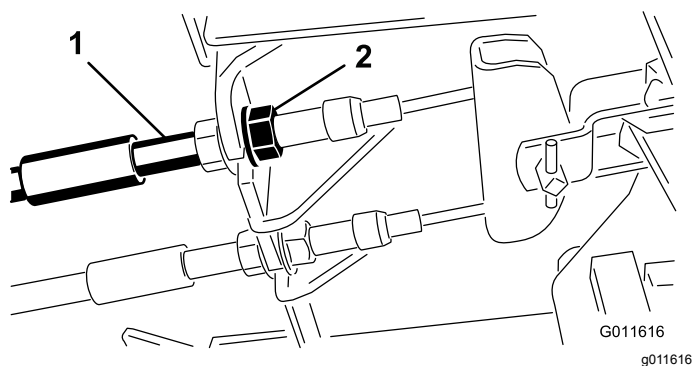

Figura 64
1. Para reduzir a folga dos pedais dos travões, aperte os travões desapertando a porca dianteira que se encontra na extremidade roscada do cabo dos travões (Figura 64).